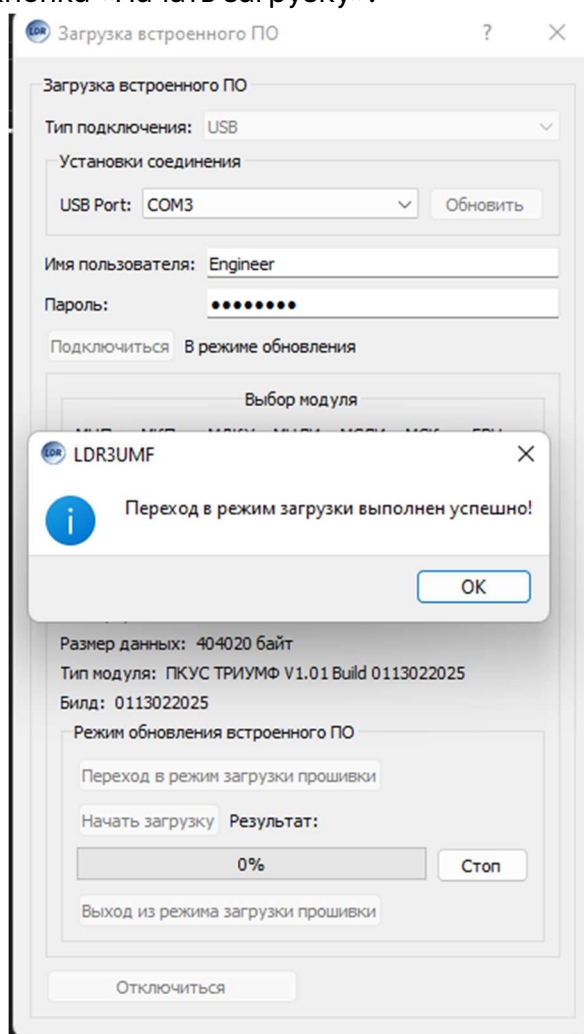

Рис. 6 Успешный переход в режим загрузки прошивки
- 3.1.2.9 Для перевода устройства в режим обновления нажмите кнопку «Переход в режим загрузки прошивки», как показано на Рис. 6. Нажмите на кнопку «ОК», станет активной кнопка «Начать загрузку».